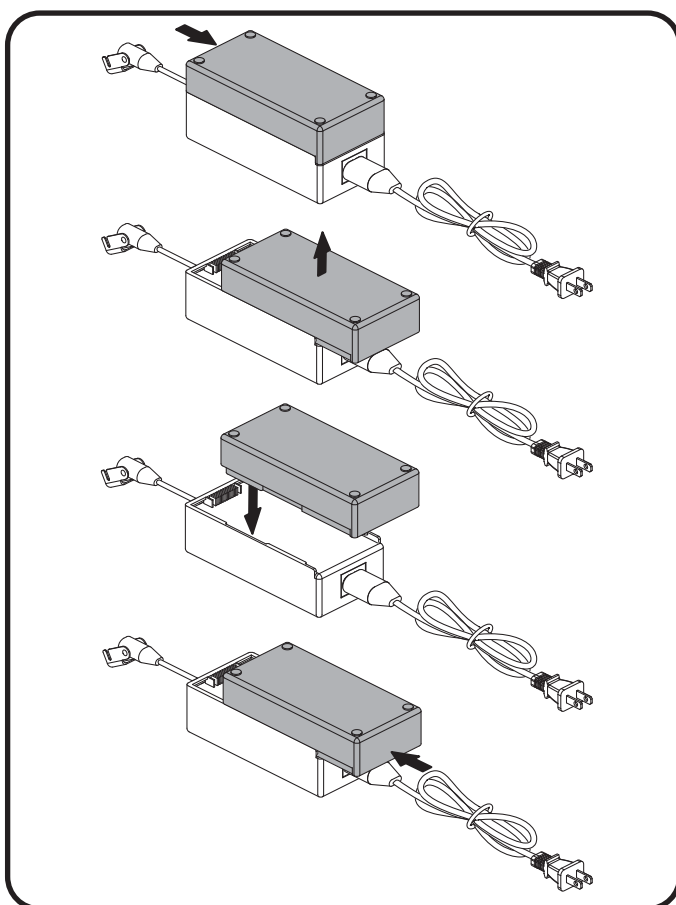

Figure 4.3 Remplacement de la batterie lithium-ion
2. Positionnez le transformateur externe de manière à ce que la batterie lithium-ion soit orientée vers le haut (fig. 4.3).
5. Placez la nouvelle batterie lithium-ion sur le transformateur externe avec les rainures de fixation vers le transformateur externe (fig. 4.3).